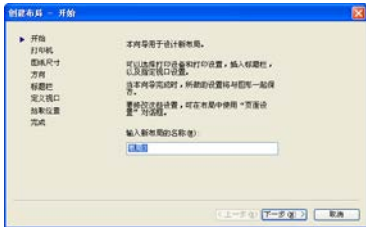

图 13.1 【创建布局-开始】对话框
(1) 在命令行中输入 LAYOUTWIZARD，然后按回车键，打开命令，打开【创建布局-开始】对话框，并在【输入新布局的名称】文本框中输入新创建的布局的名称，这里采用默认名称【布局 3】，如图 13.1 所示。